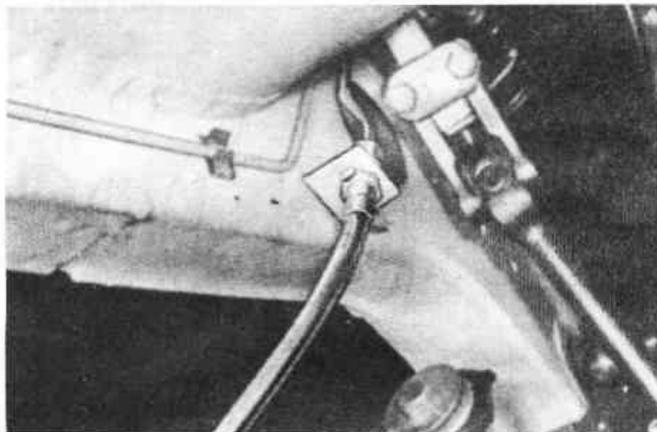

Рис.11.6. Отсоедините тормозные шланги (Разд.5)
4. Отсоедините гибкие тормозные шланги у кронштейнов кузова (Рис.11.6).